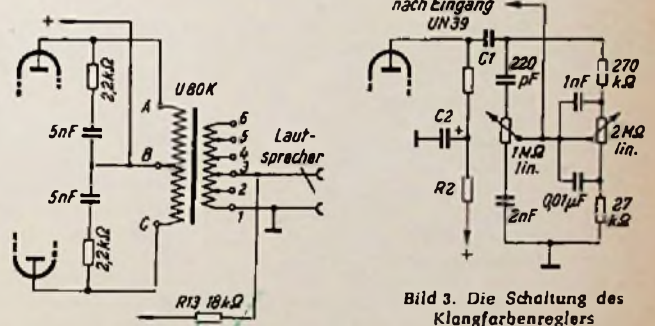

Bild 3. Die Schaltung des Klangfarbenreglers
a) Ein Widerstand von 10 k $\Omega$  ist zwischen + Anodenspannung und den Anodenvorwiderstand des Nf-Verstärkers zu schalten, und ferner ist ein Elektrolytkondensator von 32  $\mu$ F zwischen dem Verbindungspunkt dieser Widerstände und Chassis zu legen, falls er nicht bereits vorhanden ist (R 2 und C 2 in Bild 3).
Oft wird es nötig sein, ein neues Klangregelsystem anzuwenden, z. B. weil im Empfänger der Klangfarbenregler ein Teil der Schaltung der Endstufe war und mit dieser entfernt wurde. In diesem Fall kann man am besten die Schaltung nach Bild 3 zwischen dem Nf-Verstärker im Empfänger und der Gegentaktendstufe UN 39 anbringen. C 1